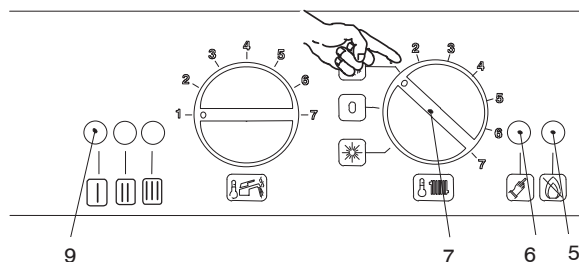

Fig. 6.5
2. Move the working selection / heating temperature adjustment knob as shown on Fig. 6.5; the signal LED will flash intermittently approx. every 2 seconds.
2. Установить Переключатель режима работы / Рукоятку регулирования температуры отопления как указано в Fig. 6.5; индикаторная лампа будет мигать с перерывом в 2 секунды.